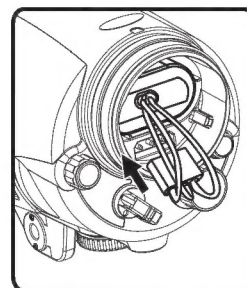

図3
3. バッテリーのコネクタを本体の奥まで差し込みます。(図3)